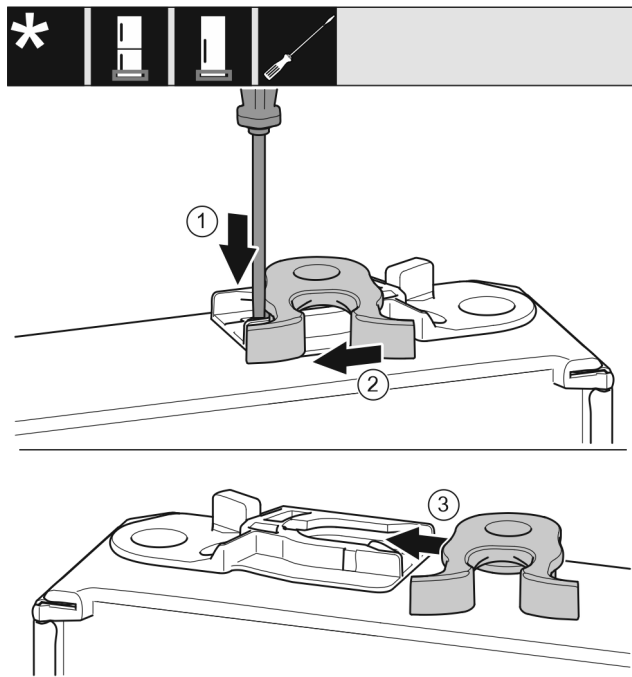

Fig. 19
- ▶ Plochým šroubovákem přitlačte lamelu dolů. Fig. 19 (1)
- ▶ Vytáhněte petlici z vedení. Fig. 19 (2)
- ▶ Petlici zasuňte do vedení na druhé straně. Fig. 19 (3)